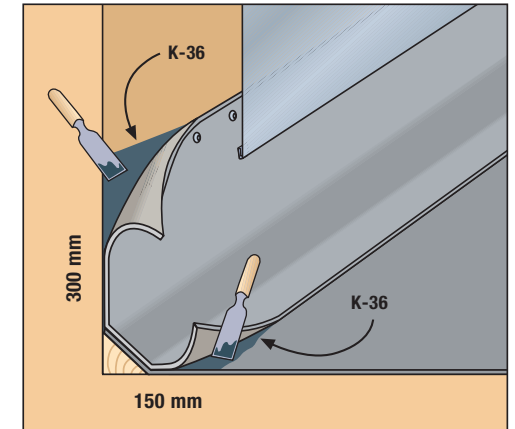

Bild 14
8.) **Skorsten (bild 13) och andra genomskärningar (bild 14)**